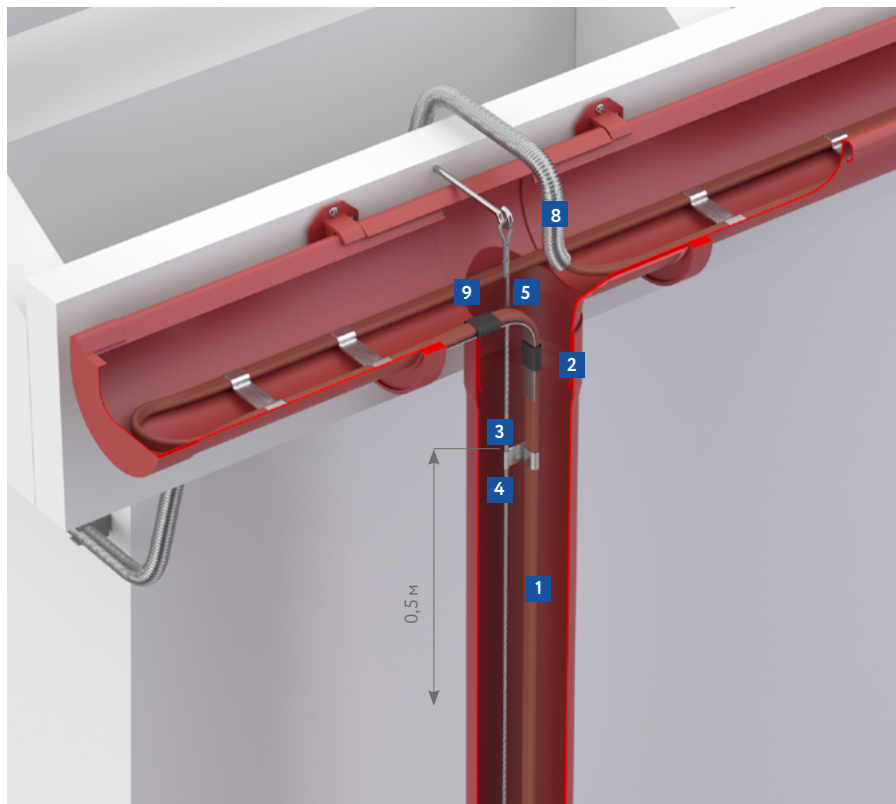

Рис. 10. Типовой узел крепления одной нитки Саморегулирующегося нагревательного кабеля вверх водосточной трубы:
- к металлическому парапету, расположенному на кровле, или фальцу (обжать медной или стальной втулкой) рис. 10.
- к скобе типа «флажок» — на заклепку (рис. 10).